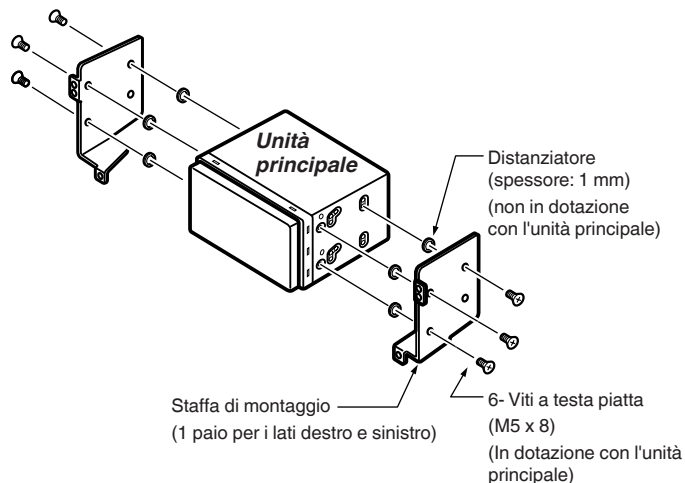

Figura 5
1. Quando viene installata l'unità principale su veicoli NISSAN, utilizzare le parti in dotazione con l'unità e seguire le istruzioni illustrate nella Figura 5. Quando viene installata l'unità principale su veicoli TOYOTA, utilizzare le parti in dotazione con il veicolo e seguire le istruzioni illustrate nella Figura 6.